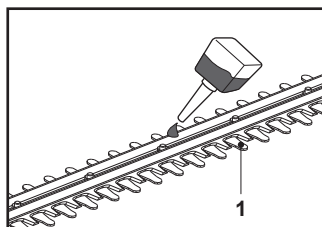

Fig. 11
10. Lubrifier les surfaces internes de la lame si le dispositif de coupe (lame) (1) surchauffe pendant le fonctionnement (Fig. 11).